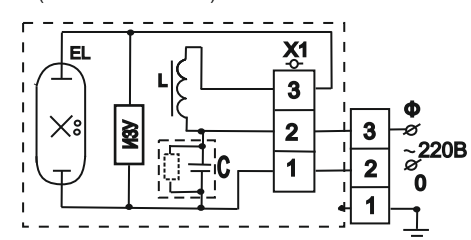

Рис.2.
4.4. Подключить светильник к сети, согласно схеме РТУ- см. рис 1, ГТУ, ЖТУ- см. рис.2).